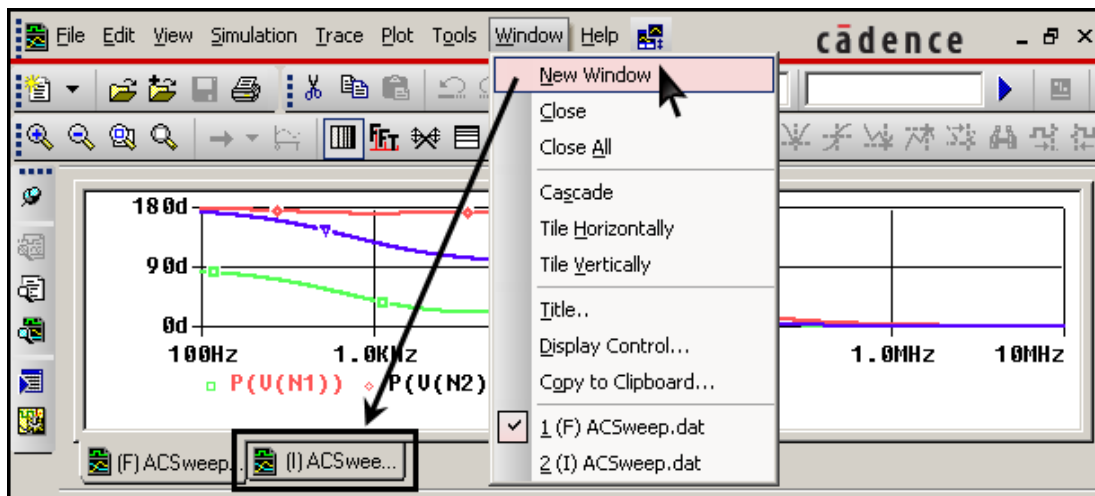

Рис. 26. Добавление нового окна в PSpice A/D
24. В PSpice A/D открыть новое окно. Команда **Window>New Window** (рис. 26). На панели окон PSpice появиться новая закладка, переключаться между окнами можно щелкая мышью на соответствующие закладки или с помощью меню **Window**.